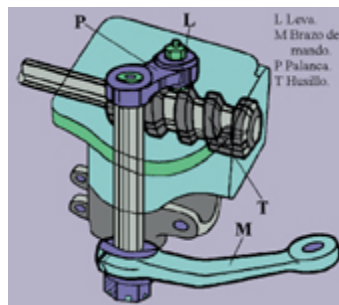

Fig. 7
- **Mecanismo de tornillo sinfín cilíndrico con dedo o leva (fig. 7)**